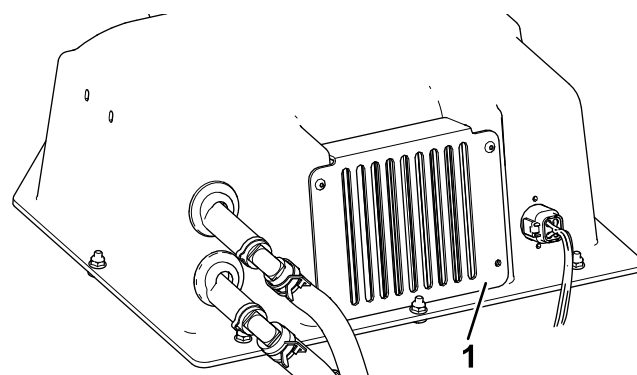

Рисунок 25
1. Снимите крышку доступа к фильтру с узла блока обогревателя (Рисунок 25).